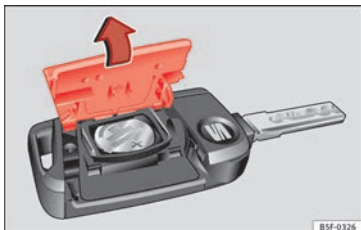

Fig. 137 Clé du véhicule : ouvrez le cache du logement des piles.
- Retirez le couvercle de la partie arrière de la clé du véhicule » **fig. 137** dans le sens de la flèche » ①.
- Placez le couvercle comme indiqué » **fig. 137**, et appuyez-le sur le boîtier de la clé du véhicule dans le sens contraire de la flèche jusqu'à ce qu'il s'encastre.